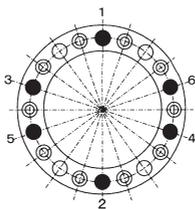

図3 締め付け順序
6) 次にボルトを表3に示す所定の締め付けトルクの1/4程度の締め付けトルクで、対角線上の順で締め付けてください。(図3参照)